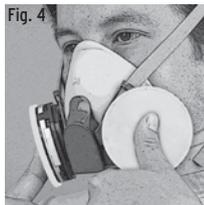

Fig. 4
1. Poner los pulgares en el centro de los filtros, restringiendo el flujo del aire hacia el tubo de respiración de los filtros, e inhalar suavemente. Si se siente que la pieza facial se hunde levemente y se acerca al rostro, sin haber fugas entre el rostro y la pieza facial, entonces se ha logrado un buen ajuste. (Fig. 4)